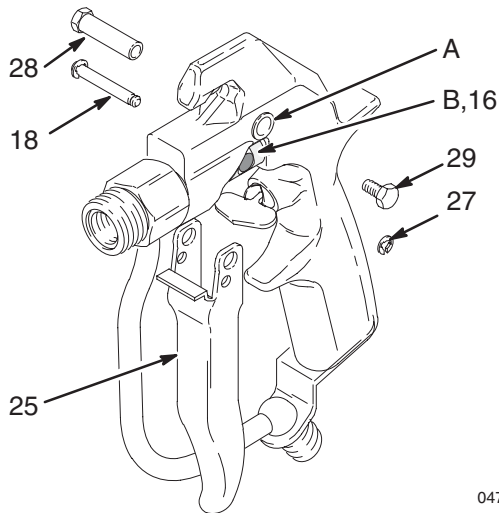

Abb. 20
8. Den Abzugshebel (25) an der Pistole befestigen. Den Drehzapfen (28) in die obere Öffnung (A) schieben und mit der Schraube (29) von der anderen Seite her befestigen. An einem Ende des Abzugstifts (18) eine E-Klemme (27) anbringen. Den Stift durch die unteren Öffnungen am Abzug und durch das Langloch (B) in der Federführung (16) schieben (die Federführung nach Bedarf zum Ausrichten drehen). Die andere E-Klemme (27) anbringen. Siehe Abb. 20.